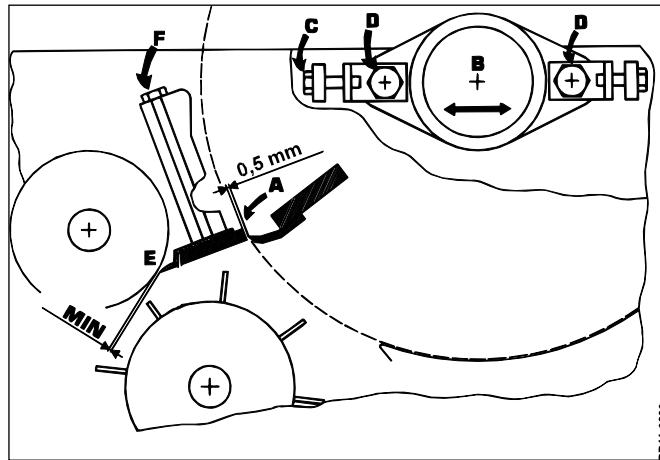
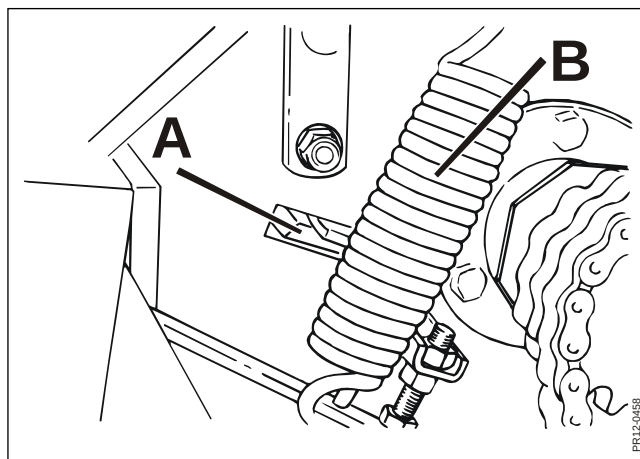

Fig. 4-3
Fig. 4-4
**Fig. 4-3** Afstanden **A** mellem rotorens knive og modskæret kontrolleres med jævne mellemrum med den medleverede lære (afstandsmåler). Der tilstræbes en afstand på 0,5 mm. Er det nødvendigt at justere afstanden, løsnes rotorens 2 lejhuse **B**, og der justeres med skruerne **C**. Efter justeringen og afstanden er kontrolleret, spændes lejhusernes bolte **D** med momentnøgle til 27 kgm (270 Nm).
**Fig. 4-4** Afscraberen demonteres ved, at skruerne **F** (på fig. 4-3), som også holder modskæret, fjernes, og afscraber og modskær kan trækkes ud af åbningen **A** i siden på rotorhuset. Fjederen **B** til pigvalsen skal først løsnes eller afmonteres for at få plads.